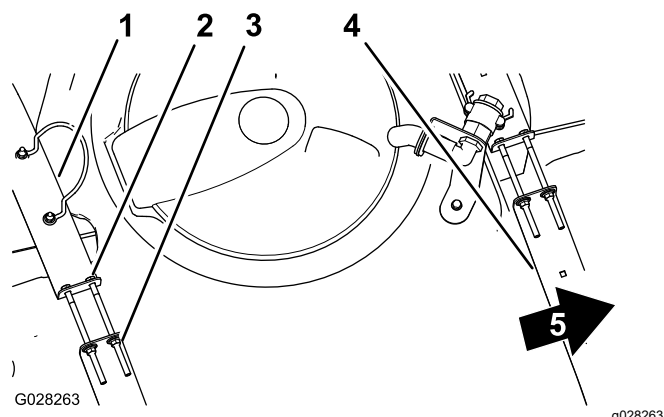

Figura 19
2. Compruebe si hay holgura entre los flejes y el depósito (Figura 19).
3. Si los flejes tienen holgura, apriete las contratuercas con arandela prensada y los pernos del extremo superior de los flejes hasta que los flejes queden apretados contra la superficie del depósito (Figura 19).